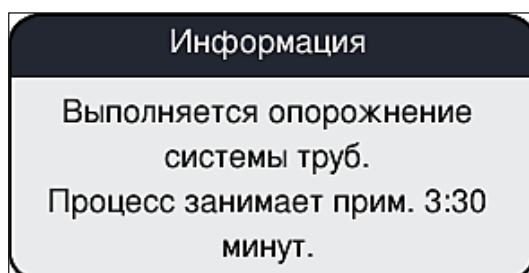

Рис. 107
6. На экране появляется информационное сообщение (→ Рис. 107) с указанием продолжительности процесса. Как только процесс продувки завершается, сообщение исчезает с экрана.